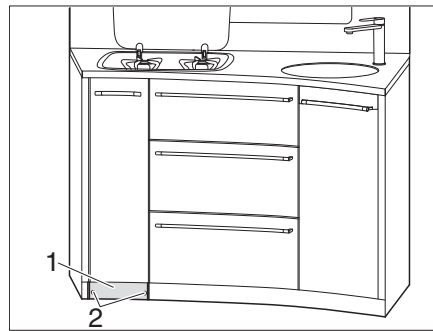

Fig. 114 Destornillar el zócalo
- Desatornillar 2 tornillos (Fig. 114,2) en el zócalo (Fig. 114,1).
- Retirar el zócalo (Fig. 114,1).